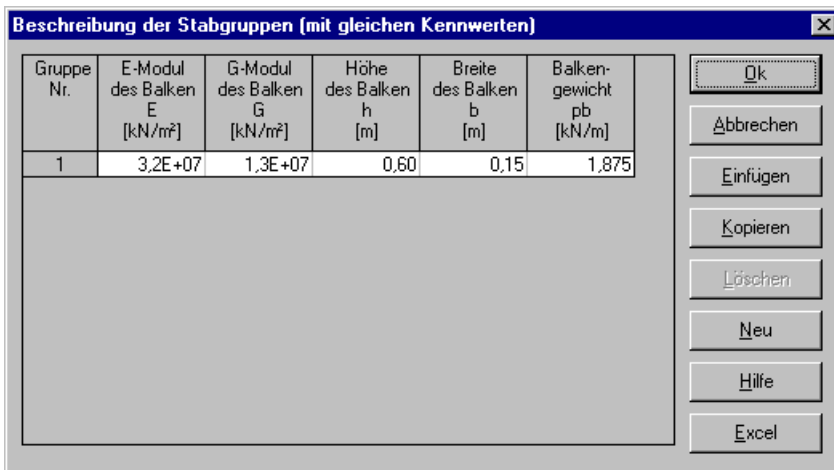

Bild 2-16 Listenfeld "Beschreibung der Stabgruppen"
Nach Klicken von "OK" im Optionsfeld "Querschnittsdefinition" erscheint das folgende Listenfeld im Bild 2-16.
- Geben Sie die Materialeigenschaften des Trägers, Querschnittabmessungen und das Trägergewicht ein, wie im Bild 2-16 gezeigt. Dies erfolgt durch Eingabe des Wertes in der entsprechenden Zelle und Drücken der "Eingabe"-Taste